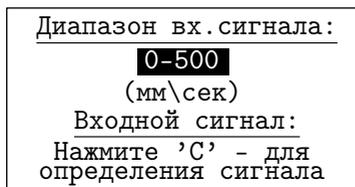

Рис. 3.35
3.6.3. **"ДИАПАЗОН СИГНАЛА"** (Рис. 3.35) - установка диапазона входного сигнала (Рис. 3.35).